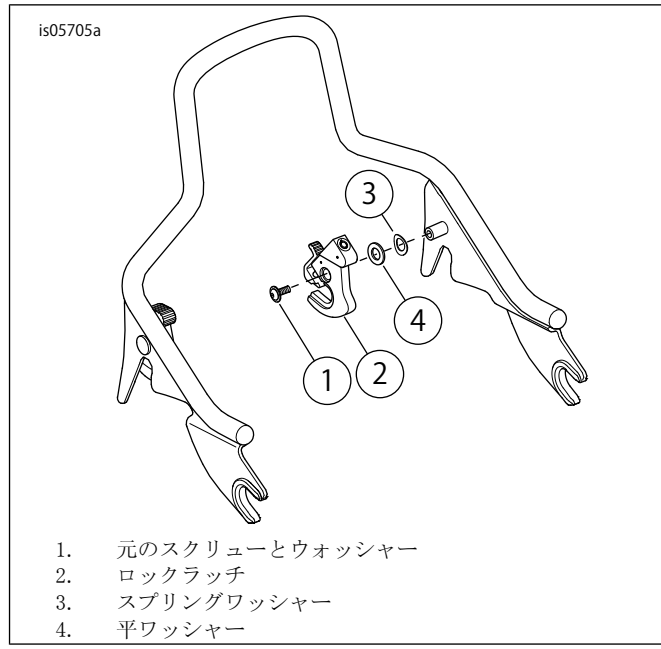

図6。内部の左インストール
2. 「図6」を参照。左スプリングワッシャー(3)を左取り付けハブに取付ます。